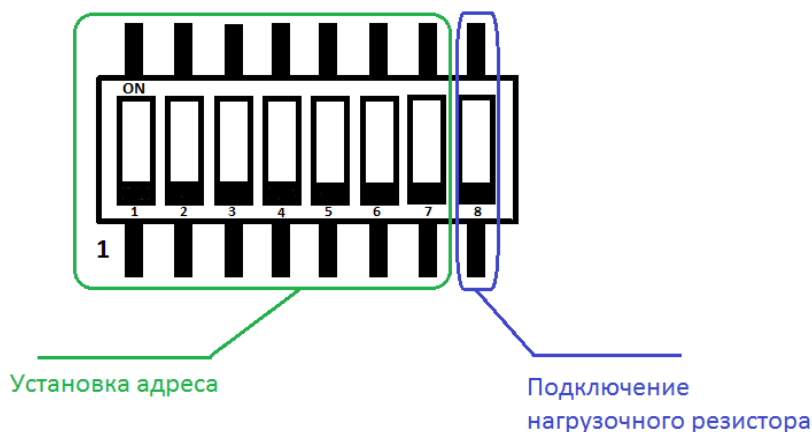

Рисунок 4 – Маркировка DIP – переключателя задания адресов УС.
Для установки адресов УС используются семь позиций DIP – переключателя, установленного на печатной плате УС (Рисунок 4).
2.2.15 Подключить **нагрузочный резистор на физическом окончании линии связи (конечном УС)** при помощи DIP – переключателя для корректной работы УС по интерфейсу RS-485 (Рисунок 4).
Младший разряд, на DIP – переключателе, маркируется цифрой «1» на печатной плате УС, а положение ползунков DIP – переключателя определяется надписью на его корпусе «ON» - лог. 1 (Рисунок 4).